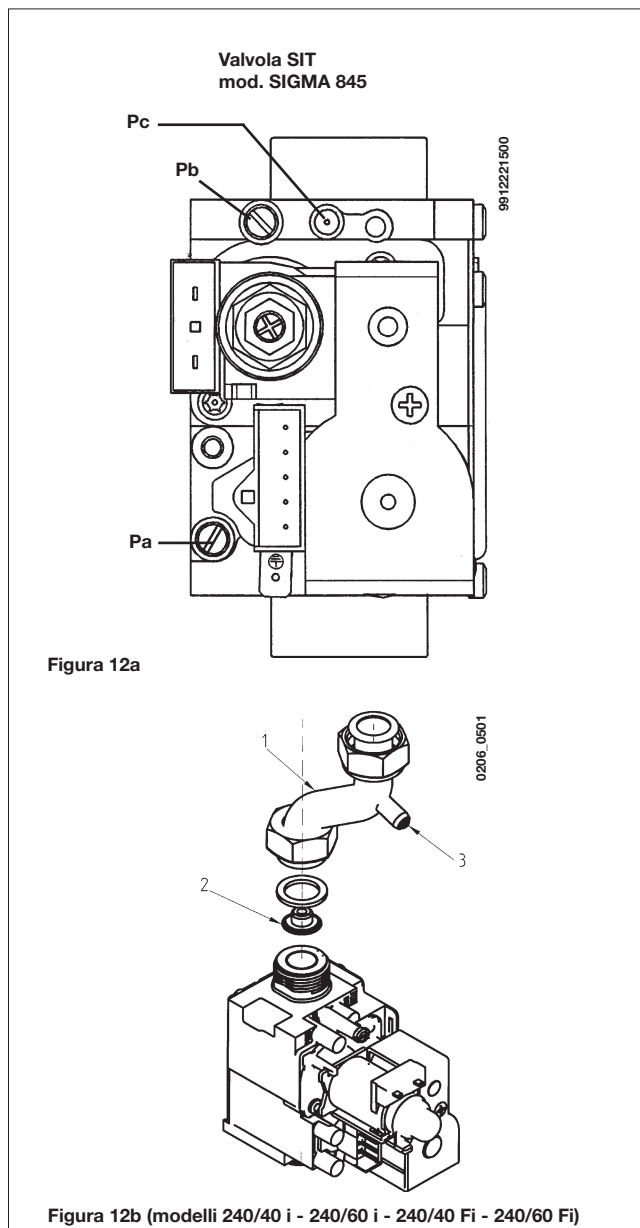

Figura 12b (modelli 240/40 i - 240/60 i - 240/40 Fi - 240/60 Fi)
- rimuovere il tubo alimentazione gas (1 di Figura 12b);
- sostituire l'ugello per diaframma montato sulla valvola del gas (2);
- collegare la presa di pressione positiva di un manometro differenziale, possibilmente ad acqua, alla presa di pressione (**Pb**) della valvola del gas (figura 12a). Per i modelli 240 i/Fi utilizzare la presa di pressione (3) presente nel tubo di alimentazione gas (figura 12b). Collegare, solo per i modelli a camera stagna, la presa negativa dello stesso manometro ad un apposito "T" che permetta di collegare insieme la presa di compensazione della caldaia, la presa di compensazione della valvola del gas (**Pc**) ed il manometro stesso. (Una pari misura può essere effettuata collegando il manometro alla presa di pressione (**Pb**) e senza il pannello frontale della camera stagna);